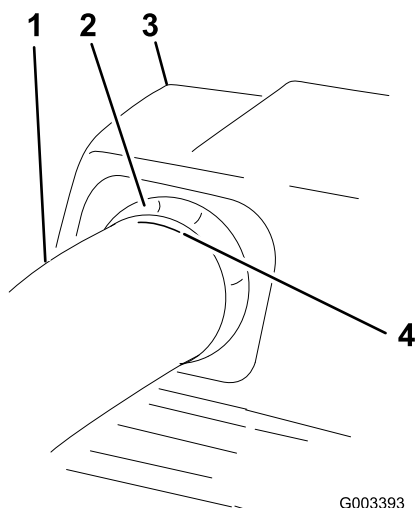

Figure 22
7. Lorsque la distance est correcte, marquez l'extérieur du tube supérieur à l'endroit où le joint en caoutchouc dépasse (Figure 22).
11. Vérifiez que la marque de la Figure 22 est toujours là.